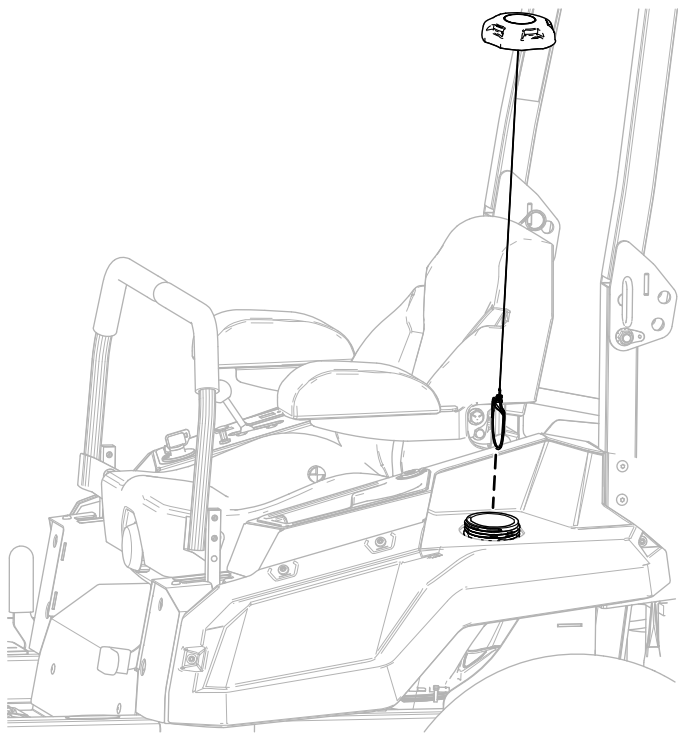

Figure 3
1. Retirez le bouchon du réservoir de carburant du carénage gauche (Figure 3).
- Mettez en place le bouchon du réservoir de carburant (Figure 3).